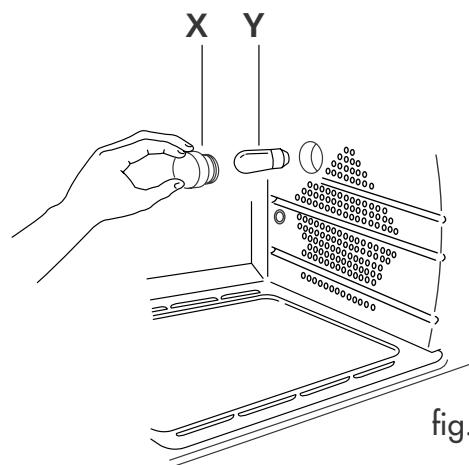

fig. 12
- svitare il vetro di protezione (X) svitandolo in senso antiorario e sostituire la lampada (Y) con un'altra simile. (vedi fig. 12). Riavvitare il vetro di protezione (X).